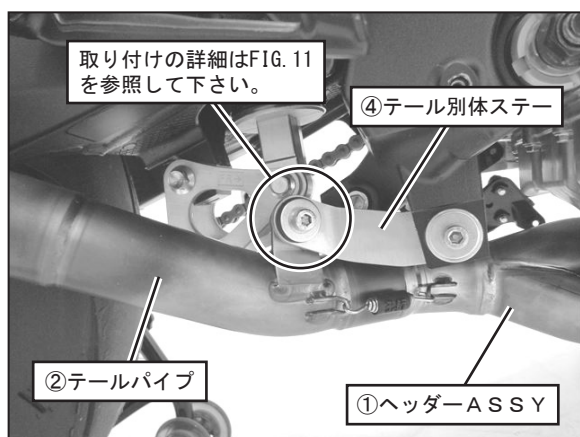

FIG. 10
11. ①ヘッダーASSYに②テールパイプを取り付けてから②テールパイプのステーを⑩キャップボルト M8×30、⑭平ワッシャ M8×26、⑮フランジナット M8 を使用して、④テール別体ステーに仮締めして下さい。(FIG. 10, 11 参照)